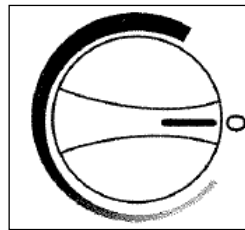

Fig. 1
- Cuando se logre el enfriamiento máximo, regrese la perilla de control de temperatura a la posición como si fuera una manecilla de reloj que marca las 2.00, en el control graduado de color azul. **Vea la Fig. 1.**